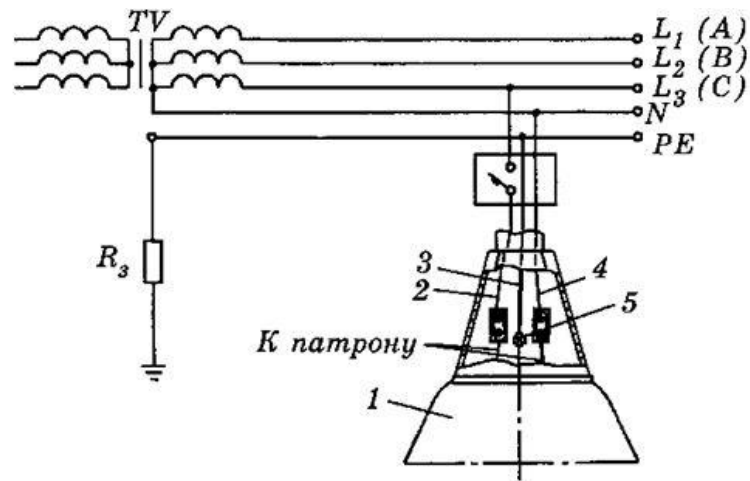

Рис. 2. Заземление корпусов светильников в ЭС с изолированной нейтралью (система заземления *IT*) при любых способах ввода проводов и кабелей в светильник.
7. Назовите элемент 1, изображенный на рис. 2: